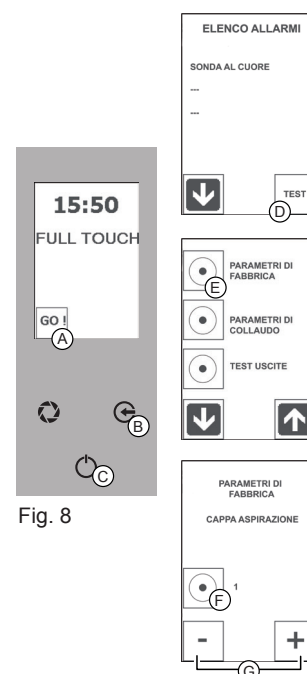

Fig. 8
1. Presione el icono "GO!" para activar el menú principal (Fig. 8/A).
2. Presione simultáneamente el icono "GO!" y la tecla "ENTER" para seleccionar la función "LISTA DE ALARMAS" (Fig. 8/A+C).
3. Presione el icono "TEST" (Fig. 8/D) y el icono "PARÁMETROS" (Fig. 8/E) para entrar en la función.
4. Presione varias veces el icono "MÁS" (Fig. 8/G) para seleccionar la función "CAMPANA DE ASPIRACIÓN" y el icono "CONFIRMAR" (Fig. 8/F) para entrar en la función.
5. Configure el valor "1" con el icono "MÁS" y presione el icono "CONFIRMAR" para memorizar (Fig. 8/F).
Presione varias veces la tecla "ESC" (Fig. 8/B) para salir de la función y volver a la página inicial.